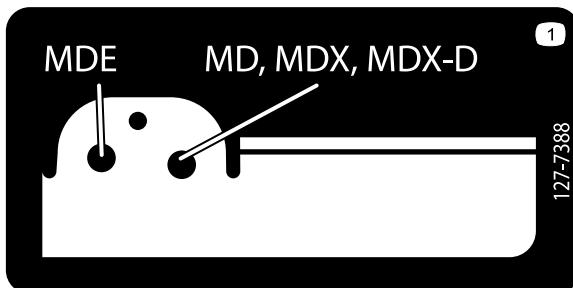

Figura 23
- Individuate in quale foro delle staffe di sollevamento esterna e interna si trova il perno con testa per l'asta dell'attuatore di sollevamento per il vostro tipo di macchina; fate riferimento all'adesivo nella staffa interna (Figura 23).